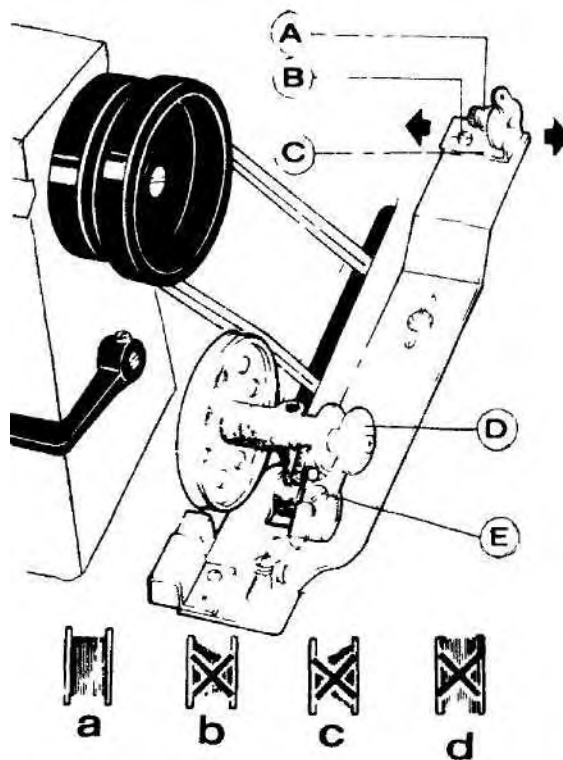

Рис. 16
(рис. 16)
2) Если намотанная нить не имеет цилиндрическую форму, как показано на рис. 16а, ослабьте винт натяжного держателя В и переместите натяжной держатель С влево или вправо. Если нить наматывается на шпульку, как показано на рис. 16 б, переместите натяжную пластину вправо, если нить намотана, как показано на рис. 16 с, переместите натяжную пластину влево. После корректного размещения натяжной пластины затяните винт В.